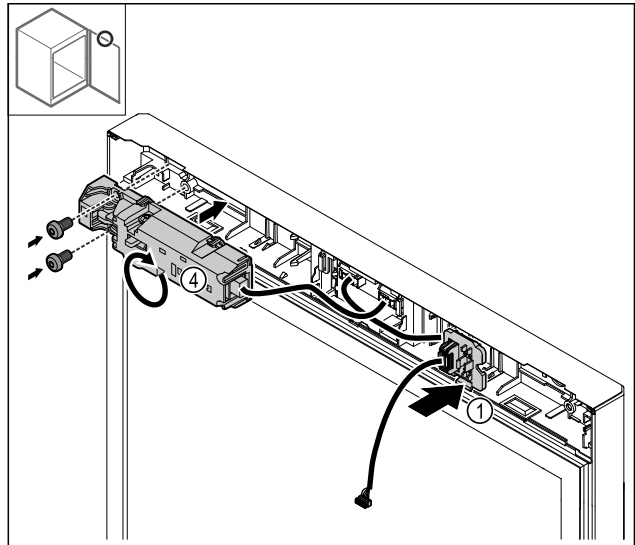

Fig. 24
- ▶ Steckerhalterung Fig. 24 (1) auf Gegenseite einrasten.
- ▶ Elektrisches Schloss Fig. 24 (4) um 180° drehen und auf Gegenseite befestigen.